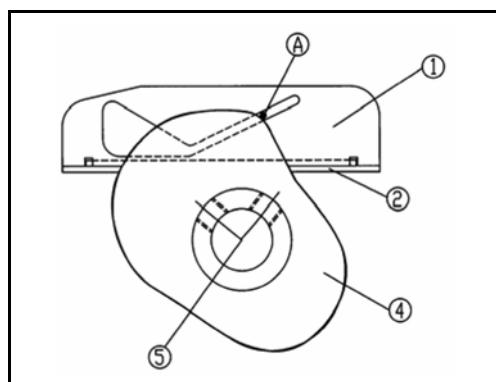

Рис. 27
Нитепрятыватель нити петлителя изображен на передней стороне Рис. 27.
Установите глазки нитепрятгивателя петлителя ① и ② в крайнем правом положении, которое считается стандартным положением. (Рис. 27).